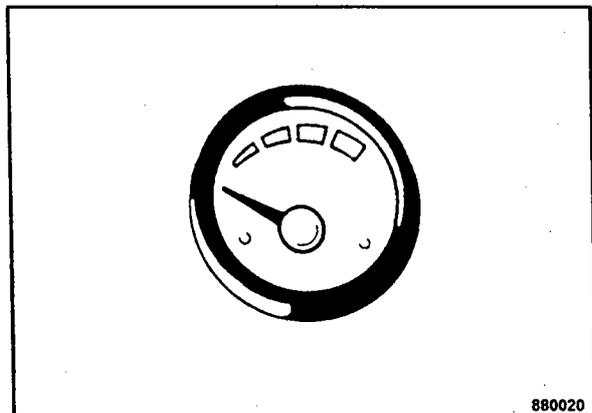

Fig. 60
- Comprobar si el depósito de agua está lleno (Fig. 60).